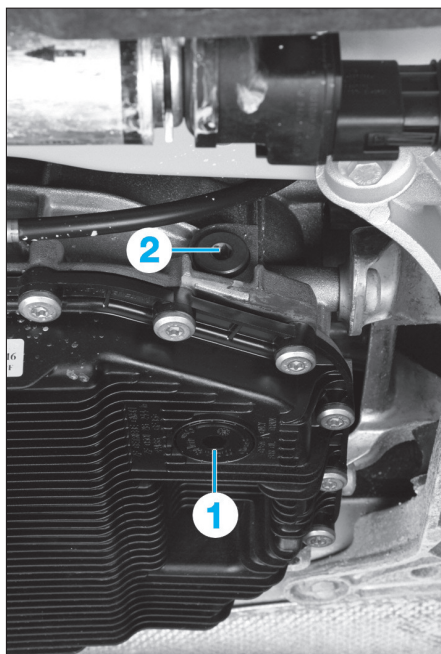

Fig. 1
- Déposer le bouchon de vidange (1) et le bouchon de remplissage (2) (Fig.1).